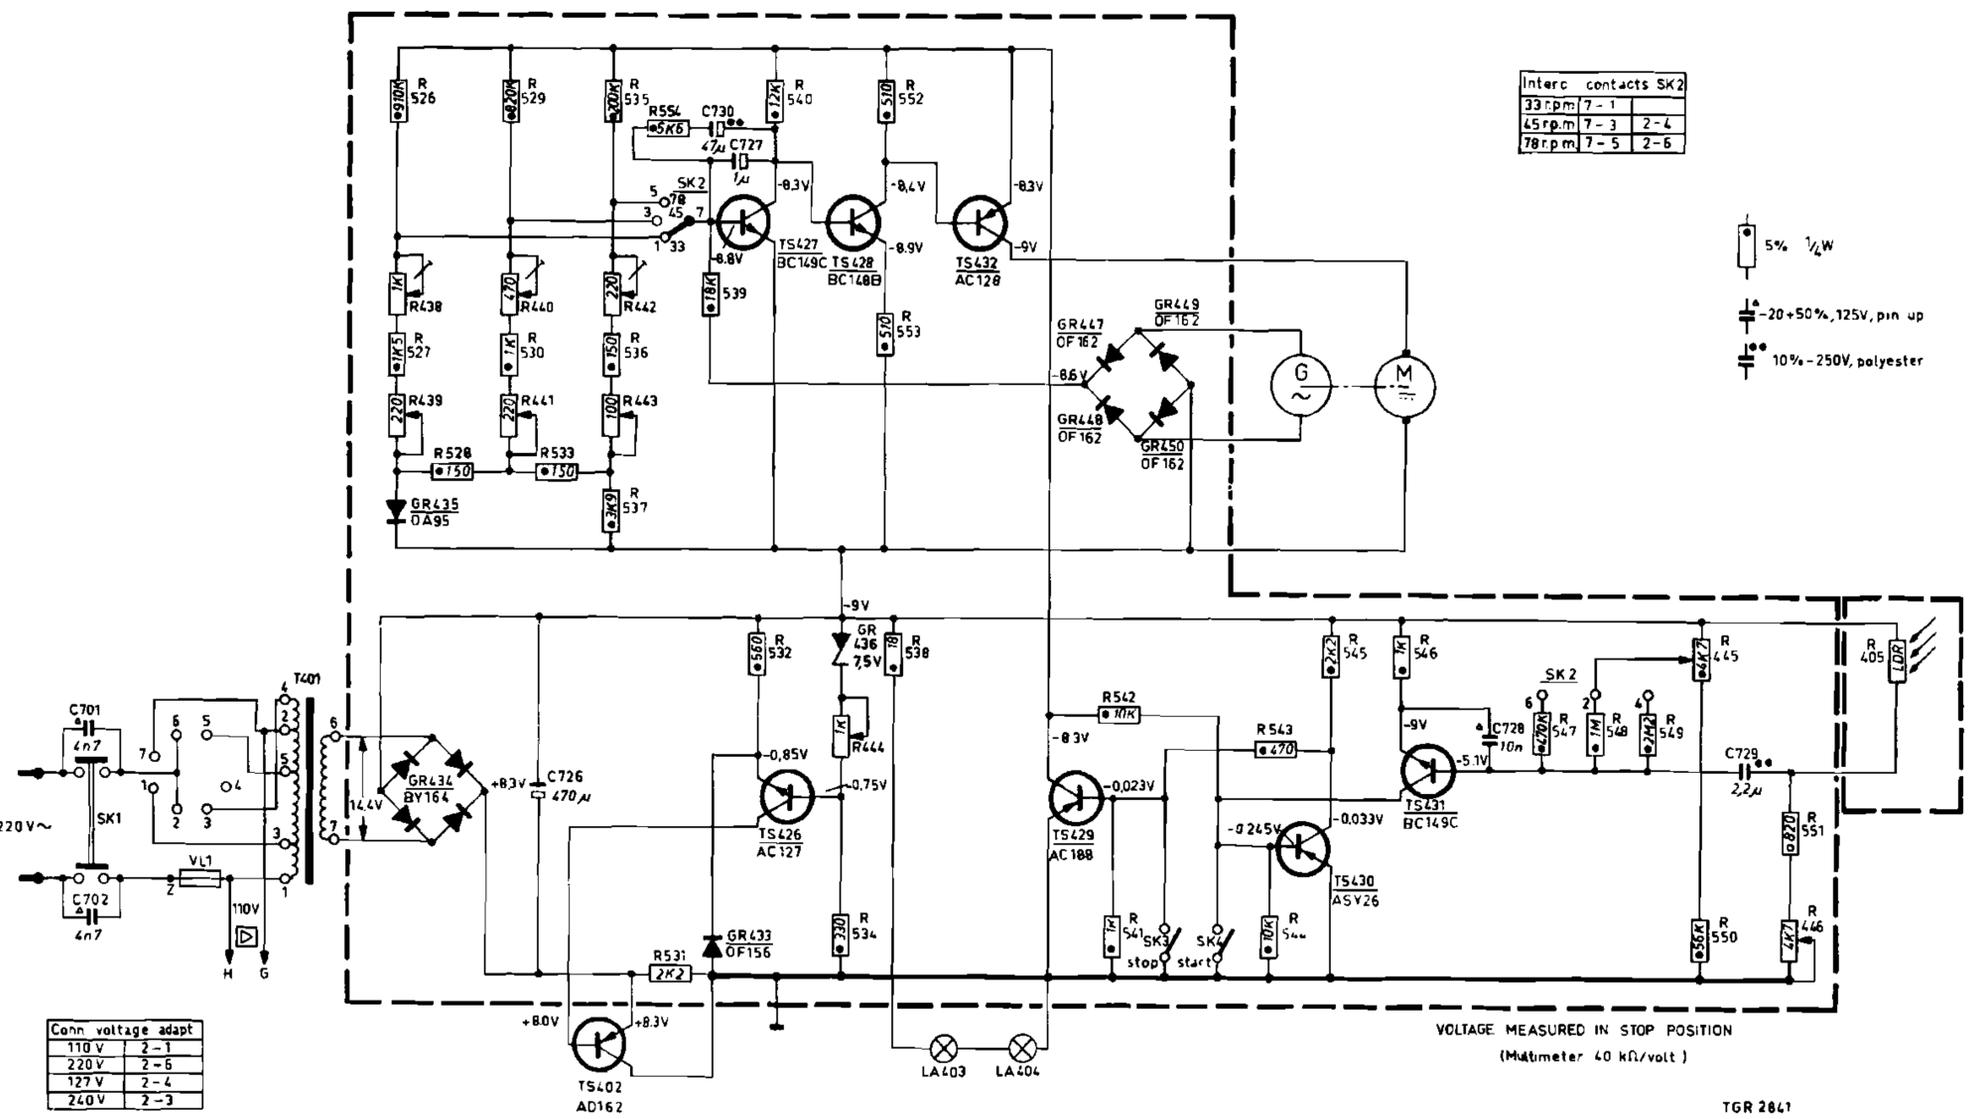

Fig. 2
A. Stabilisation of the supply voltage (fig. 2)
B. Start and stop circuit (fig. 2)
D. Explanation of some components (Fig. 2)
A. Stabilisatie van de voedingsspanning (fig. 2)
B. Start- en stopschakeling (fig. 2)
D. Verklaring van enkele componenten (fig. 2)
A. Stabilisation de la tension d'alimentation (Fig. 2)
B. Circuit de démarrage et d'arrêt (fig. 2)
D. Description de quelques composants (voir fig.2)
A. Stabilisation der Speisespannung (Abb. 2)